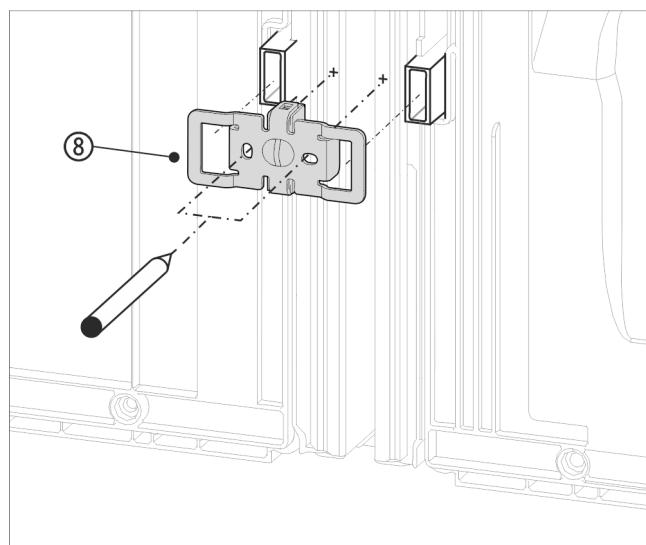

Fig. 16 Примерное отображение
► Надвиньте угол Fig. 16 (8) выемками над креплением для пристенных распорок.